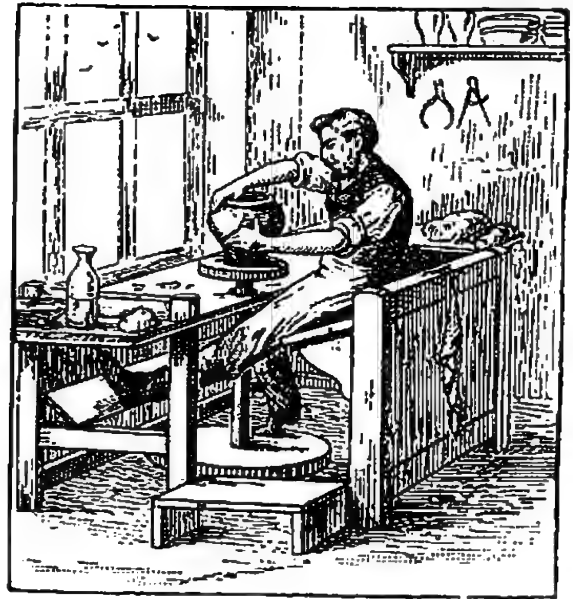

Fig. 91. — Tour à potier.
**3. Poteries.** — Pour fabriquer les poteries, on ajoute du sable (ou de la craie) à l'argile humide, afin que la pâte ne se fendille pas à la cuisson ; puis on confectionne l'objet sur le tour à potier (fig. 91).